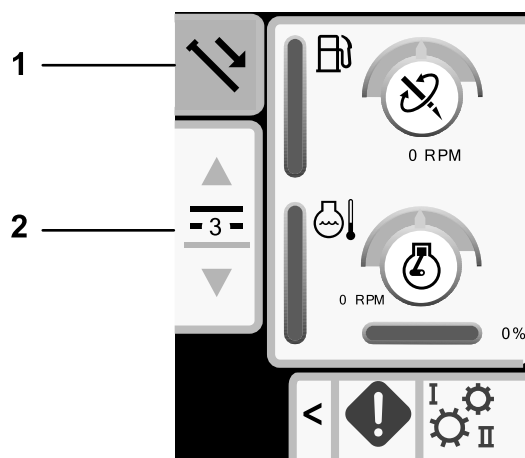

Figure 28
1. Appuyez sur le bouton 1 pour sélectionner l'option poussée de tige (Figure 28).
2. Appuyez sur les boutons 2 et 3 pour sélectionner la rangée où vous allez prendre la tige (Figure 28).